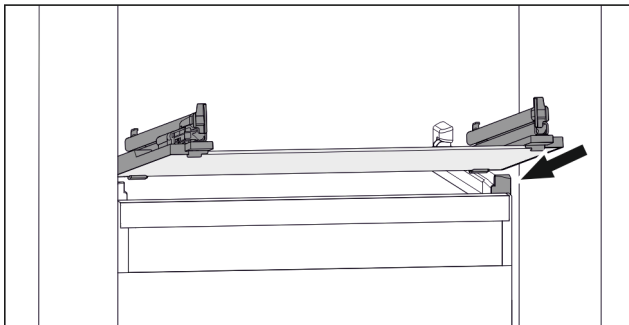

Fig. 98 Primjerna prikaz staklene ploče
- ▶ Stavite ladicu ukoso iza zaustavljača. (pogledajte Fig. 98)